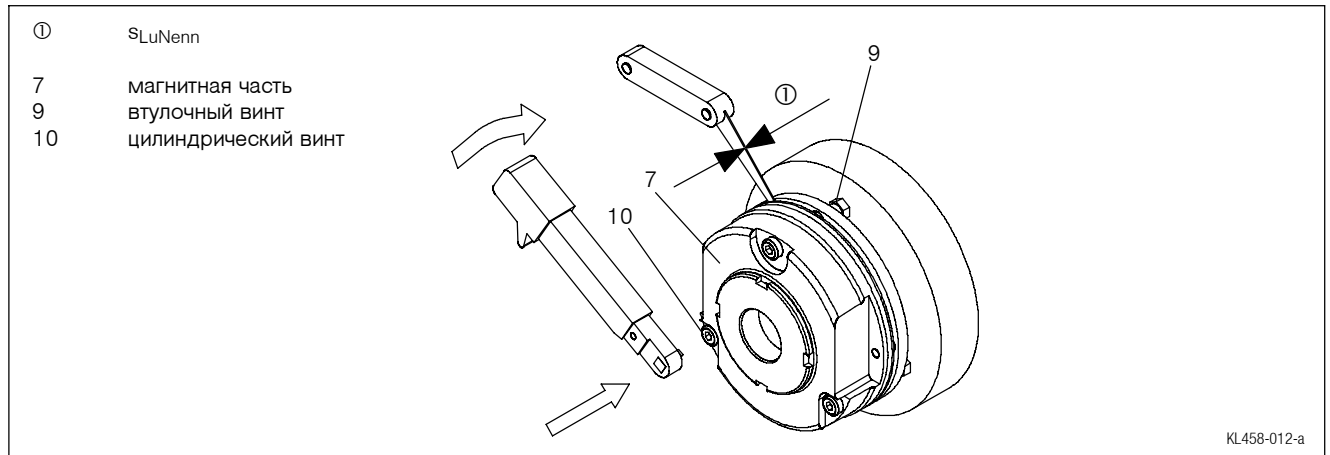

Рис. 8
6. Равномерно затяните винты (10). (значения крутящего момента смотрите в таблице Характеристики в разделе 3.3 и на Рис. 8).
7. Проверьте люфт s_{LuNenn} рядом с винтами (10) при помощи щупа ($s_{LüNenn}$ смотрите в таблице Характеристики в разделе 3.3 и на Рис. 8).